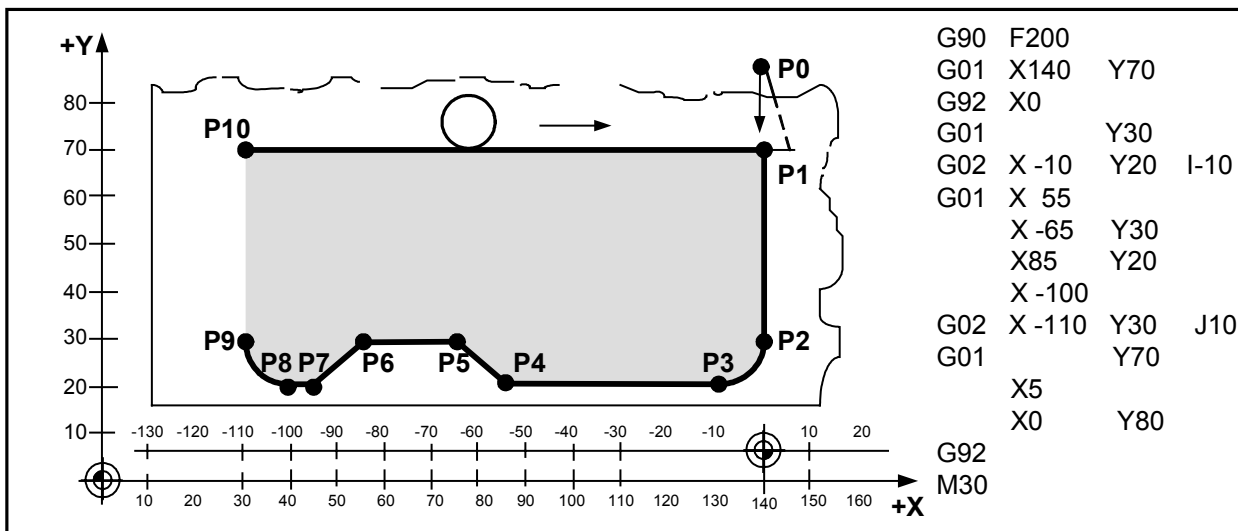

Рис.63.
42. Установка значений координат, - G92. Инструкцию G92 можно использовать в кадре без осевой (координатной) информации или с осевой информацией. При отсутствии осевой информации все значения координат преобразуются в систему координат станка; при этом снимаются все компенсации (коррекции) и смещения нуля. При наличии осевой информации указанные значения координат становятся текущими. Инструкция G92 не инициирует каких-либо перемещений (см. рис. 63).